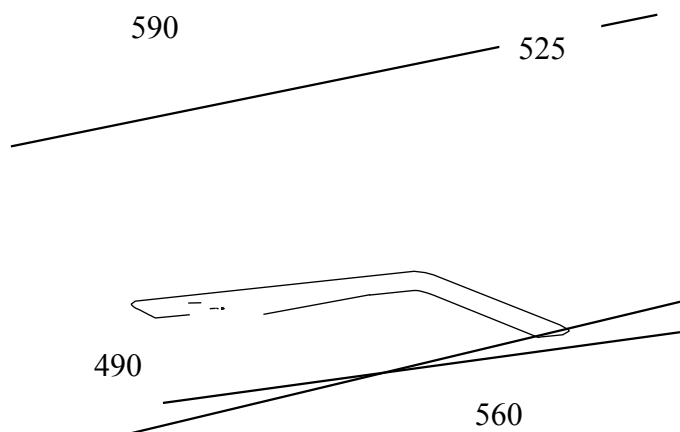

Рис. 3
7.1.1. Выпилить в столешнице отверстие размерами 560 x 490 мм. Размеры самой панели показаны на рис. 3.